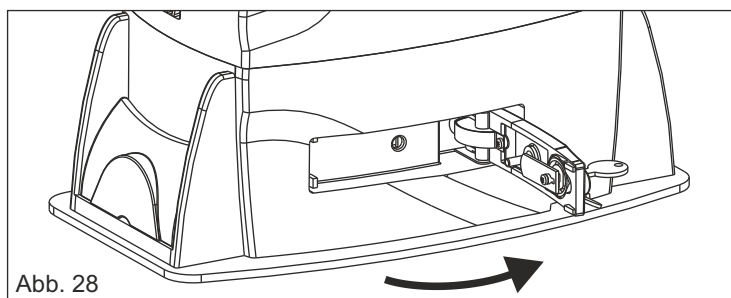

Abb. 28
- Den Entriegelungshebel bis zum Anschlag ziehen, ca. 90° (Abb.28).